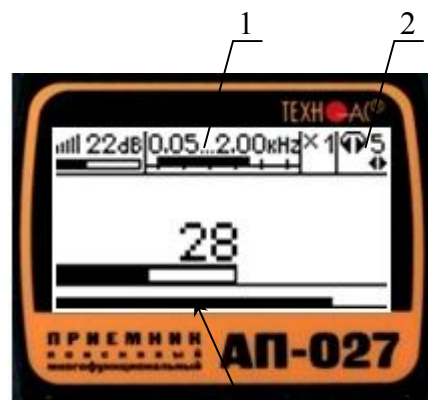

Рис.8
4.3.3 Установить уровень входного сигнала кнопками «чувствительность» ▮▮▮ и ▮▮▮ поз.8 рис.5, ориентируясь по показаниям индикатора «узкая шкала» (предпочтительно на 50...70% от максимума) рис.8.